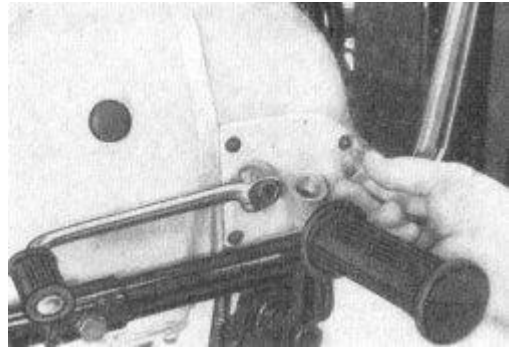

Bild 38. Ölstand im Getriebe prüfen
- ob der Ölstand im Getriebe bis an die Gewindegänge im Öleinfüllstutzen reicht (**Bild 38**),